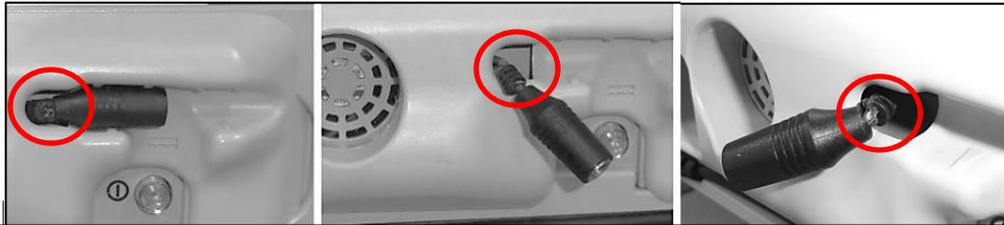

Figure 2 : Exemples de dommages sur la fiche du connecteur
- a. Inspectez la fiche du connecteur d'alimentation à l'arrière du PES pour déceler tout dommage. Voir des exemples de câbles/cordons dénudés ou endommagés comme illustré dans la figure 2.